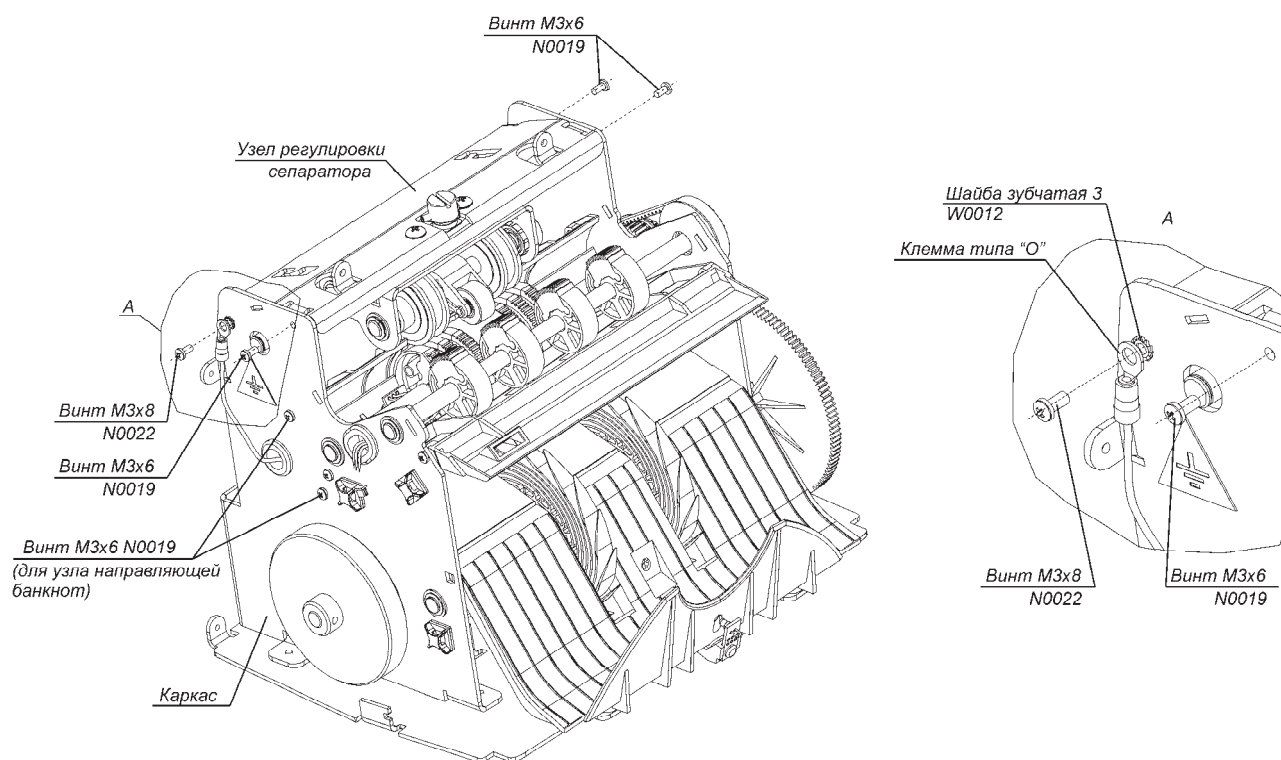

Рис. 9
4. Вывинтите три винта M3x6 N0019 и винт M3x8 N0022, прижимающие узел регулировки сепаратора к каркасу, и извлеките шайбу зубчатую 3 W0012 (рис. 9).
5. Ослабьте винты M3x6 N0019, прижимающие узел направляющей банкнот (рис. 9).